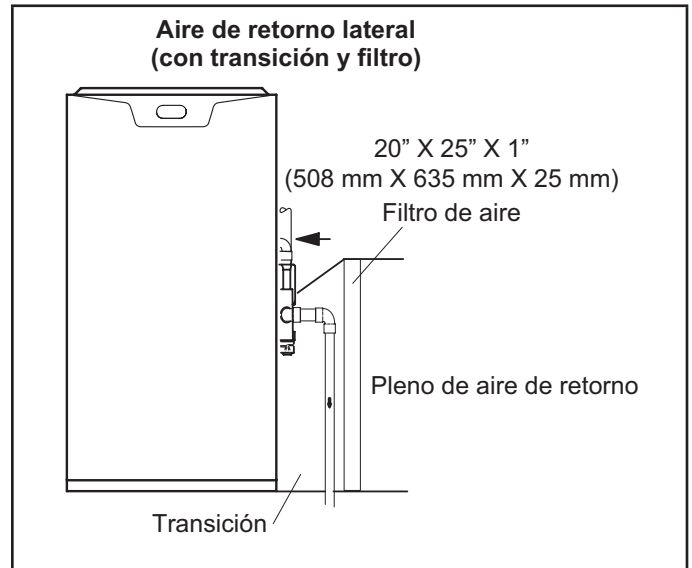

Figura 13
**Las aplicaciones de la unidad EL297UHV que incluyen aire de retorno lateral y una trampa de condensado instalada en el mismo lado del gabinete (la trampa se puede instalar a una distancia máxima de 5 pies) requieren ya sea una base para el aire de retorno o una transición fabricada en el sitio para acomodar un accesorio de calidad del aire interior (IAQ) 14.5" más alto. Ver la Figura 13.**